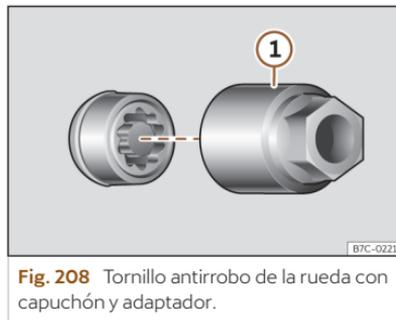

Fig. 208 Tornillo antirrobo de la rueda con capuchón y adaptador.
- Encaje el adaptador especial >>> **fig. 208 ①** (herramienta de a bordo >>> **pág. 296**) en el tornillo antirrobo de la rueda hasta el tope.